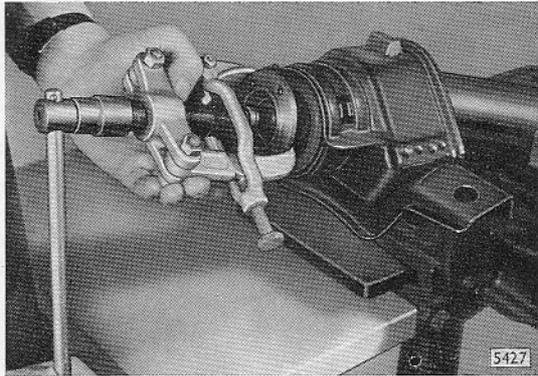

Bild B 23 - Flansch von Antriebskegelrad-Verlängerungswelle abziehen
3. Flansch mit entsprechendem Kukko-Abzieher und unter Verwendung der Schutzhülse von S-1056 von Verlängerungswelle abziehen (Bild B 23). Welle aus Hinterachsverlängerung herausziehen, gegebenenfalls mit Kunststoff-